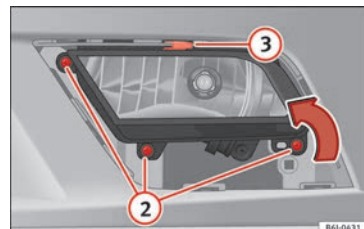

Bild 111 Dimljus fram.
- Ta bort skruvarna (3 st.) » **bild 111** ② för att få bort dimljuset.
- Ta bort metallclipset på dimljusets övre del genom att dra utåt från bilen ③.